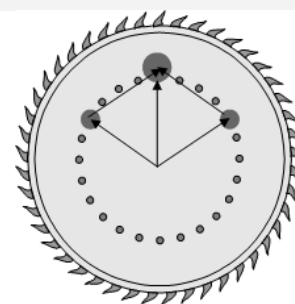

Рис. 75. Способ двух масс
- 3 При этом способе нужно вычислить расположение корректирующих масс по правилу параллелограмма (Рис. 75).